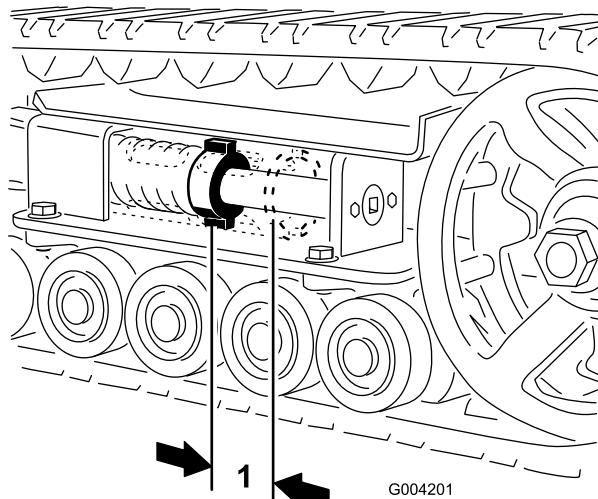
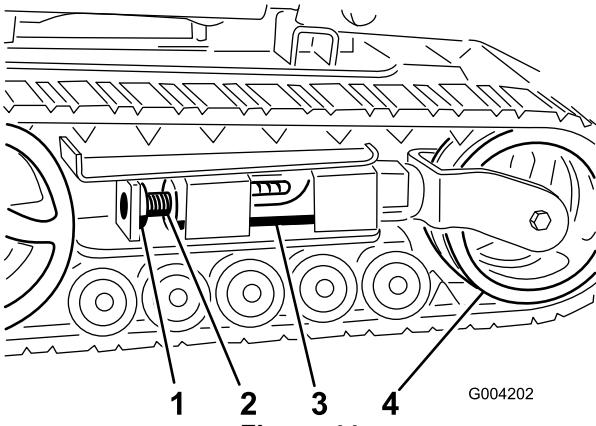
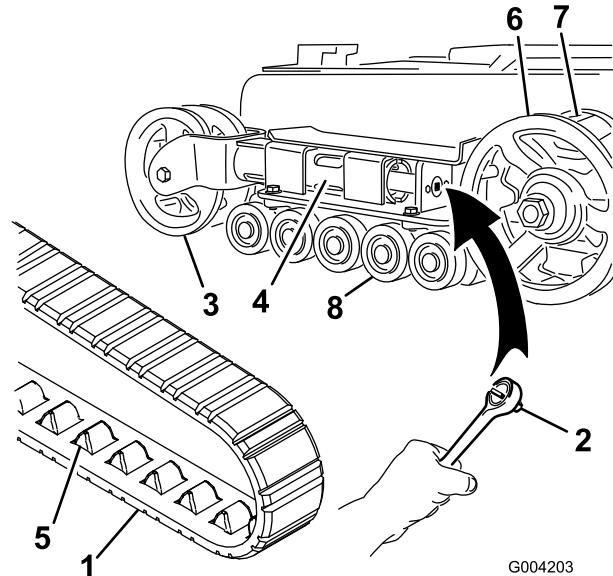
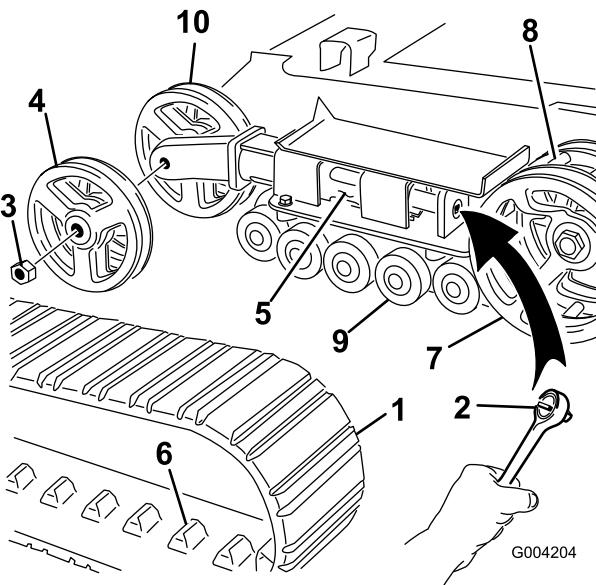

Figure 43
Figure 44
Figure 45
Figure 46
L'écrou de tension et l'arrière du tube de tension doivent être distants de 7 cm (Figure 43). Si ce n'est pas le cas, réglez la tension des chenilles comme suit :
3. Enlevez le boulon et l'écrou de blocage (Figure 44).
4. À l'aide d'un entraînement carré de 13 mm (1/2") (Figure 45), tournez la vis de tension dans le sens antihoraire jusqu'à obtention d'un écartement de 7 cm entre l'écrou de tension et l'arrière du tube de tension (Figure 43).
5. Alignez l'encoche la plus proche dans la vis de tension avec le trou du boulon de blocage et fixez la vis avec le boulon et l'écrou de blocage (Figure 44).
4. À l'aide d'un entraînement carré de 13 mm (1/2"), tournez la vis de tension dans le sens horaire pour détendre la transmission (Figure 44 et Figure 45).
5. Poussez la roue de tension vers l'arrière de la machine pour appuyer le tube de fourche contre le châssis (Figure 45). (S'il ne touche pas le châssis, continuez de tourner la vis de tension jusqu'à ce qu'il le touche).
7. Lorsque la chenille est déchaussée, retirez-la du barbotin et des galets de roulement (Figure 45).
8. Pour installer la chenille neuve, commencez par l'enrouler autour du barbotin, en veillant à ce que les crampons s'engagent correctement entre les entretoises du barbotin (Figure 45).
9. Poussez la chenille sous et entre les galets de roulement (Figure 45).
11. Tournez la vis de tension dans le sens antihoraire, de manière à obtenir un écartement de 7 cm entre l'écrou de tension et l'arrière du tube de fourche (Figure 43).
4. À l'aide d'un entraînement carré de 13 mm (1/2"), tournez la vis de tension dans le sens horaire pour détendre la transmission (Figure 44 et Figure 46).
5. Poussez la roue de tension vers l'arrière de la machine pour appuyer le tube de tension contre le châssis (Figure 46). (S'il ne touche pas le châssis, continuez de tourner la vis de tension jusqu'à ce qu'il le touche).
6. Retirez l'écrou de fixation de la roue de tension extérieure et déposez la roue (Figure 46).
7. Déposez la chenille (Figure 46).
8. Retirez l'écrou de fixation de la roue de tension intérieure et déposez la roue (Figure 46).
12. Posez la roue de tension intérieure et fixez-la avec l'écrou retiré précédemment (Figure 46).
14. Posez la chenille neuve en prenant soin que les crampons s'engagent entre les entretoises au centre du barbotin (Figure 46).
15. Posez la roue de tension extérieure et fixez-la avec l'écrou retiré précédemment (Figure 46).
17. Tournez la vis de tension dans le sens anti-horaire, de manière à obtenir un écartement de 7 cm entre l'écrou de tension et l'arrière du tube de tension (Figure 43).